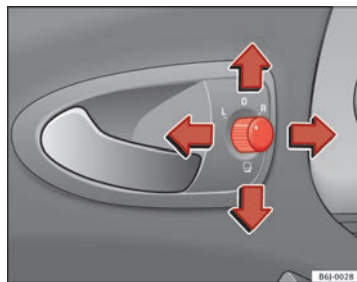

Fig. 68 Commande des rétroviseurs extérieurs
1. Tournez le bouton rotatif ⇒ fig. 68 en position **L (rétroviseur extérieur gauche)**.
- Tournez le bouton rotatif ⇒ fig. 68 en position  pour rabattre les rétroviseurs extérieurs. Pour éviter tout dégât, il est conseillé de toujours rabattre les rétroviseurs extérieurs lorsque vous passez dans une installation de lavage automatique.